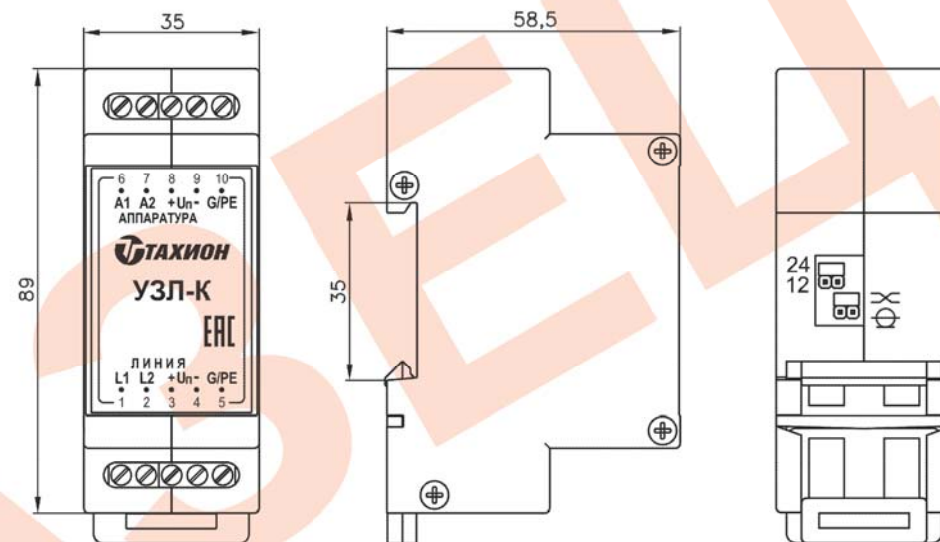

Рис.1 Габаритные и установочные размеры
18. Габаритные размеры ..... см. рис.1